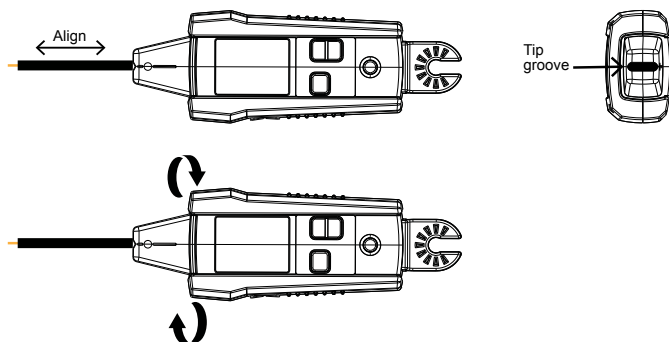

Figure 3.1e : Alignement de la fente du capteur à pointe
3. Pour obtenir de meilleurs résultats lors du suivi des câbles sous tension, alignez la fente du capteur à pointe sur la direction du câble tel qu'indiqué sur la et la Figure 3.1e. Le signal risque de ne pas être détecté si l'alignement est incorrect. Afin de vérifier la direction du câble, tournez régulièrement le récepteur à 90 degrés. La puissance du signal est à son maximum lorsque le fil est aligné sur la fente du capteur à pointe.